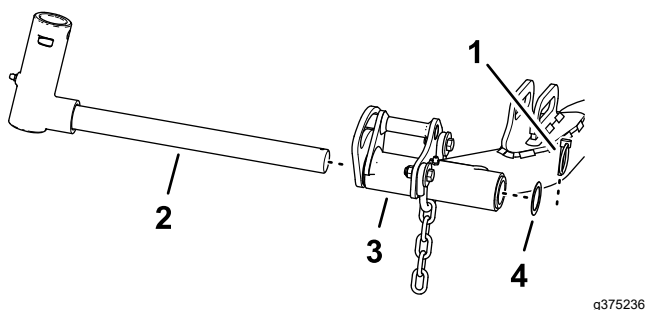

Figure 27
1. Retirez la goupille à anneau et la rondelle qui fixent l'arbre de pivot du bras de levage au bras de levage, et sortez l'arbre du bras de levage (Figure 27).